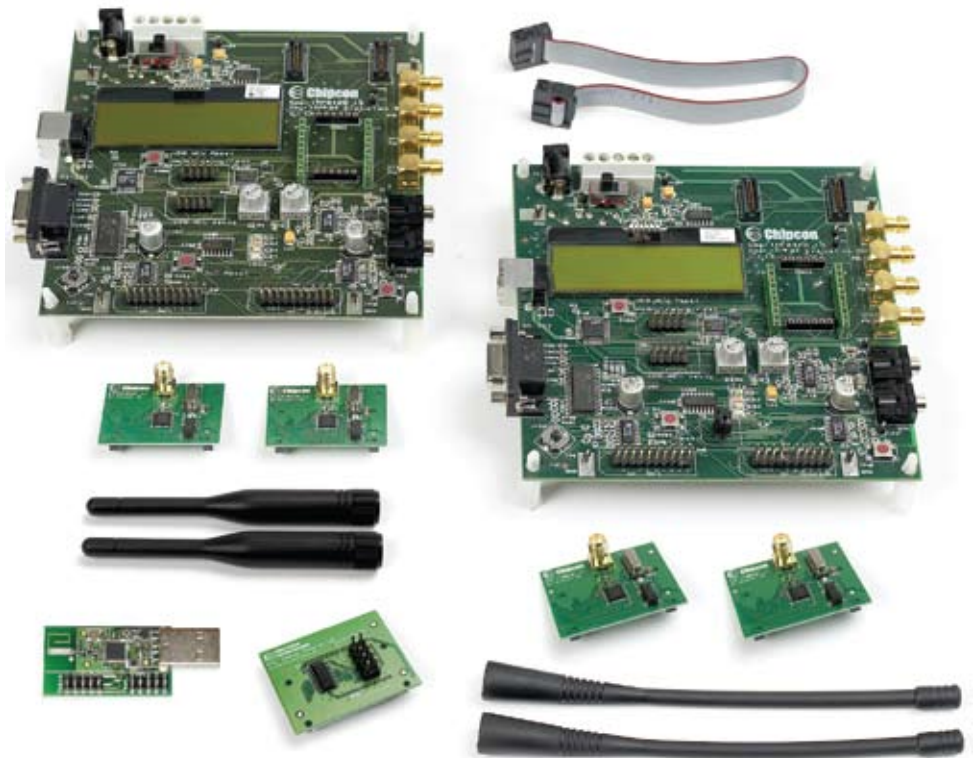

Рис. 6. Отладочный набор CC1110-CC1111DK
- Исходные проекты предназначены для использования совместно с отладочным набором **CC1110-CC1111DK** (рисунок 6). В качестве источника питания светодиодов, которым предстоит управлять, предлагается использовать отладочную плату **TPS40211EVM-352** (рисунок 7).